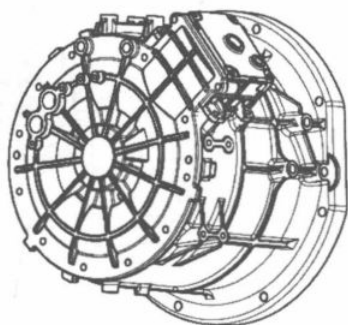

图 1-2-1
(1) 电机内部
❶ 维修装配时都要清洁电机内部，不能有杂质。
❷ 电机在修理后，若电机内部润滑油不够 2L，电机内部则需要加足 2L 的美孚 ATF220 润滑油（保证电机内部有 2L 的美孚 ATF220 润滑油）（图 1-2-1）。
(2) 密封处
❶ 彻底清洗接合面。
❷ 接合面一定要涂抹密封胶（耐油硅酮密封胶 M-1213 型）。接合面：注油塞螺纹、排油塞螺纹、端盖与箱体接合处。
❸ 通气阀、铭牌要用 AB 胶涂抹接合处。
(3) 卡环
❶ 勿过分扩张卡环，以免使其变形。如果变形，需要更换。
❷ 确保卡环完全卡入环槽。
(4) 螺栓